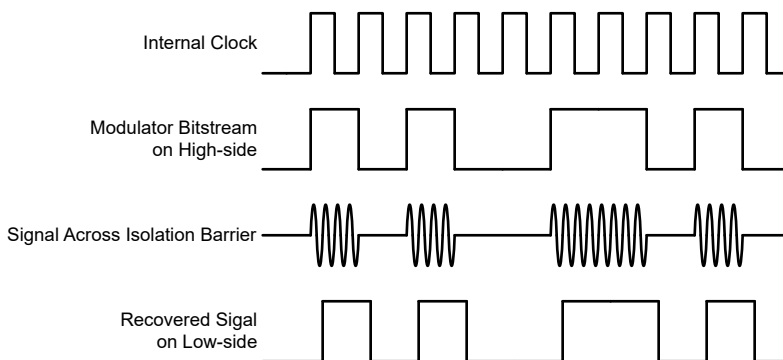

图 7-1. 基于 OOK 的调制方案
如图 7-1 中所示，AMC0x00D 使用开关键控 (OOK) 调制方案跨过基于 SiO_2 的隔离栅传输调制器输出位流。发送驱动器 (TX) 如 功能方框图 中所示。TX 跨过隔离栅发送一个内部生成的高频载波来表示数字一。而 TX 不发送信号则表示数字零。AMC0x00D 内使用的载波标称频率为 480MHz。